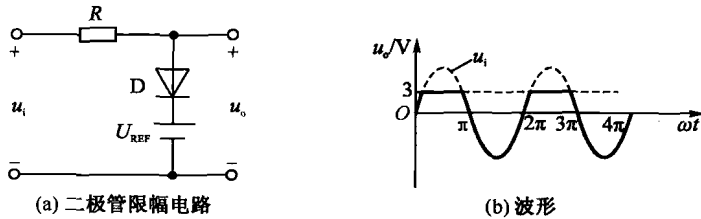

图 1.3.1 二极管限幅电路和波形
【例 1.2】 二极管限幅电路如图 1.3.1(a)所示，已知 $R = 1k\Omega$ ， $U_{REF} = 3V$ ，二极管理想， $u_i = 6\sin\omega t$ (V)，试绘出 u_o 的波形。
当 $u_i < 3V$ 时，二极管 D 截止， $u_o = u_i$ 。 u_i 和 u_o 的波形如图 1.3.1(b)所示。